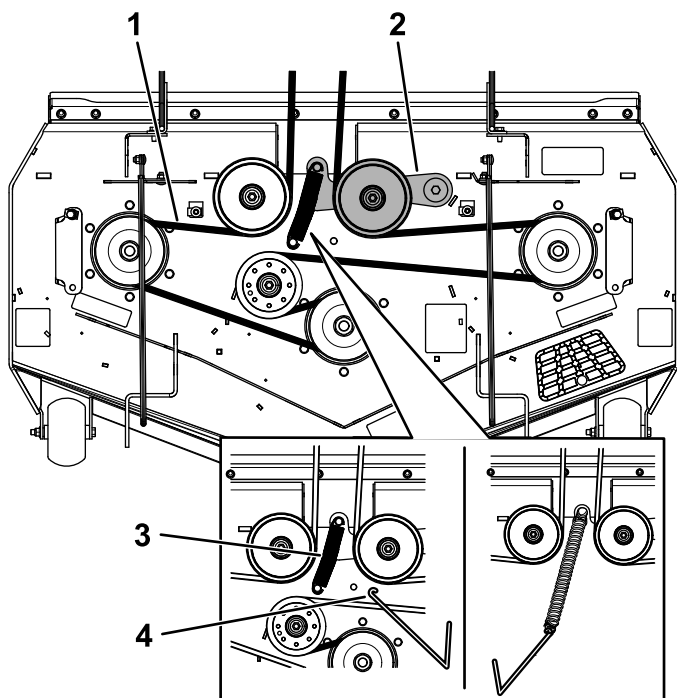

Figura 61
6. Usando una herramienta para la retirada de muelles (Pieza Toro N° 92-5771), retire el muelle tensor del gancho de la carcasa para eliminar la tensión de la polea tensora (Figura 61).
8. Pase la correa nueva alrededor de las poleas del cortacésped (Figura 61).
9. Instale el muelle tensor en el anclaje de la carcasa (Figura 61).